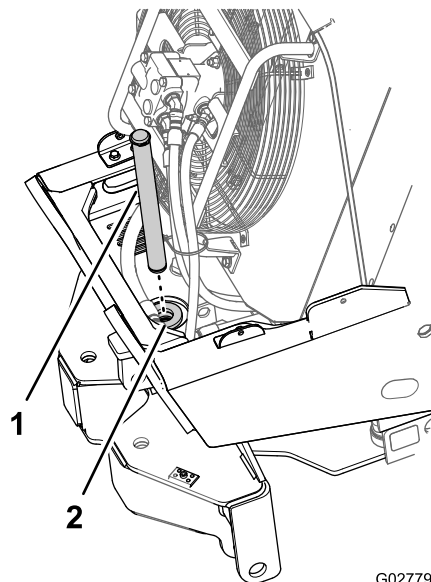
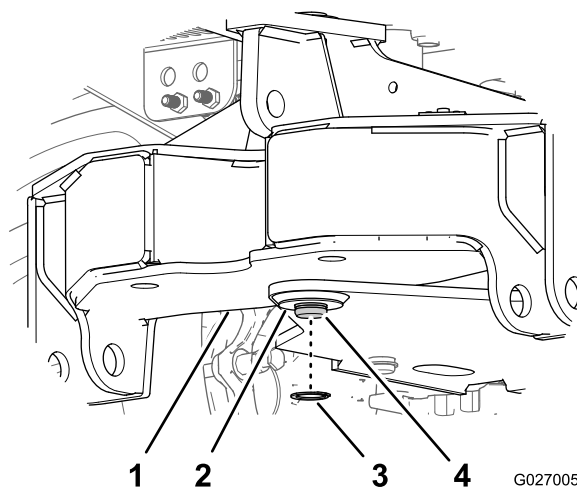

Figure 25
Figure 26
11. Insérez le pivot (1-1/2 x 15-1/2 po) dans le cadre de montage, les rondelles et les bagues du cadre de pivotement, et fixez le pivot avec un circlip (1-3/8 po), comme montré à la Figure 25 et la Figure 26.